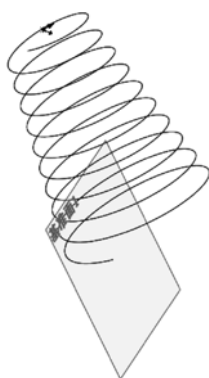

图 4-17 旋转视图后的图形
(4) 单击右键在弹出的快捷菜单中选择（旋转视图）命令，将视图以合适的方向显示，如图 4-17 所示。